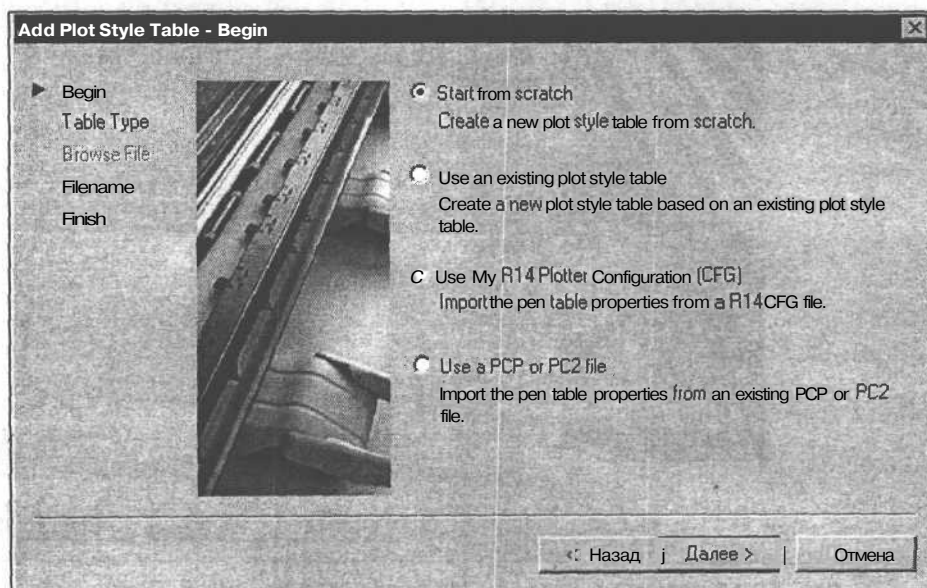

Рис. 19.11. Вторая страница **Begin** Мастера создания стилей печати
2. Щелкните мышью на кнопке **Next** (Далее) для перехода к следующей странице. Появится следующая страница Мастера создания стилей печати **Begin** (Начало) (рис. 19.11).